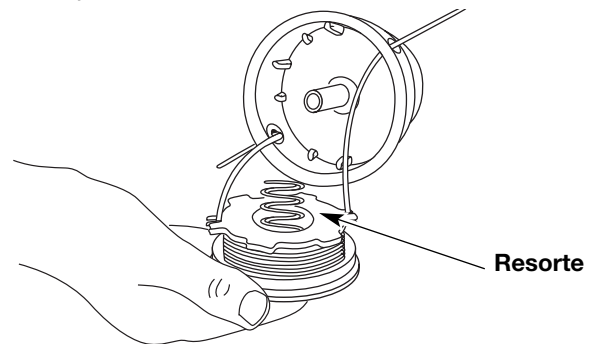

Fig. 23
13. Inserte los extremos de la línea a través de los ojillos de la bobina exterior y coloque el carrete interior con el resorte dentro de la bobina exterior (Fig. 23). Empuje el carrete interior y la bobina exterior entre sí. Mientras sostiene el carrete interior y la bobina exterior, tome los extremos y tire con firmeza para soltar la línea de las ranuras de fijación de la bobina.
5. Inserte los extremos de la línea en los ojalillos de la bobina exterior (Fig. 23).